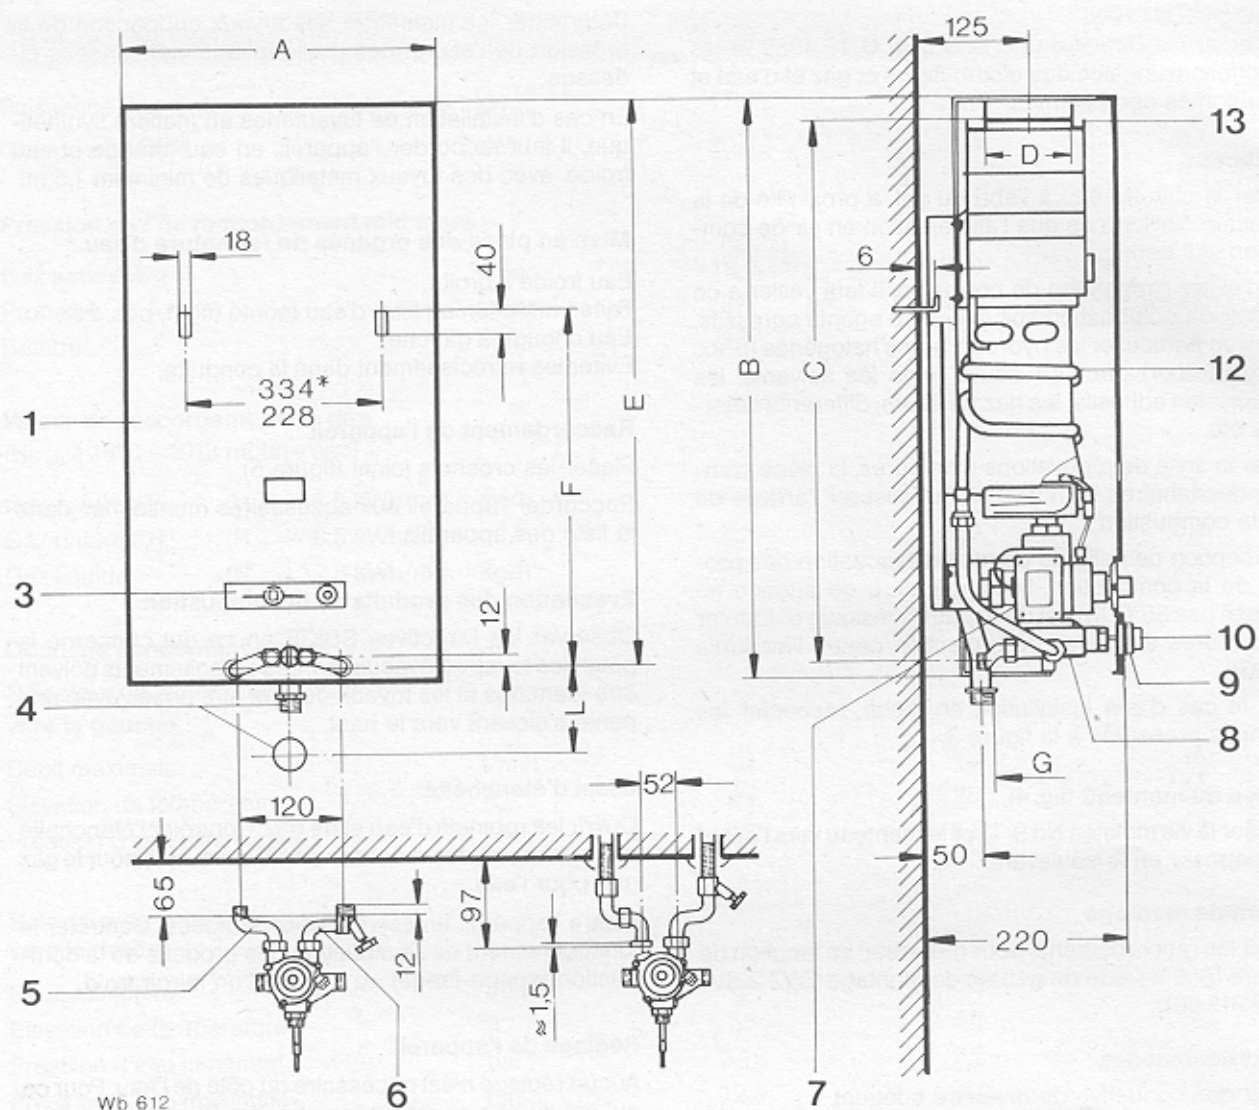

Figure 4
**Dépose du manteau (fig. 4).**